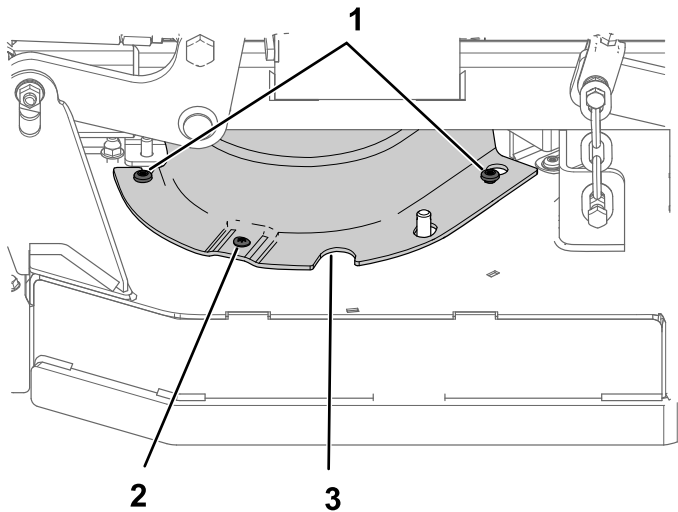

Figure 31
1. Desserrez les 2 boulons à épaulement et les vis (Figure 31).